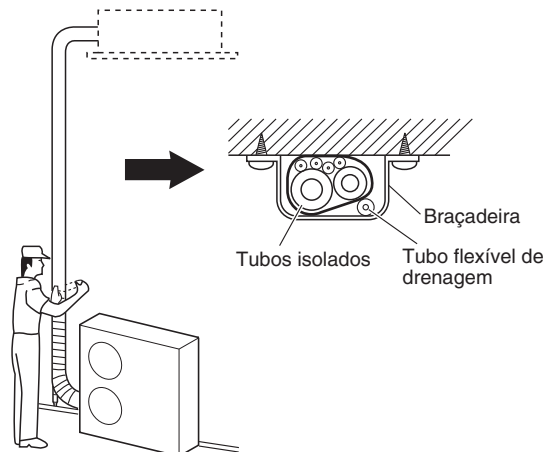

Fig. 5-9
- (1) Agora, os tubos de refrigerante (e instalação eléctrica se as normas locais permitirem) devem ser isolados juntos com fita de blindagem em 1 fardo. Para evitar o transbordamento da condensação no recolher de drenagem, mantenha o tubo flexível de drenagem separado da tubagem de refrigerante.
- (2) Enrole a fita de blindagem desde o fundo da unidade exterior até ao topo da tubagem onde a mesma entra na parede. À medida que enrola a tubagem, sobreponha a metade de cada volta de fita.
- (3) Prenda o fardo de tubagem na parede, utilizando 1 braçadeira aproximadamente cada metro. (Fig. 5-9)